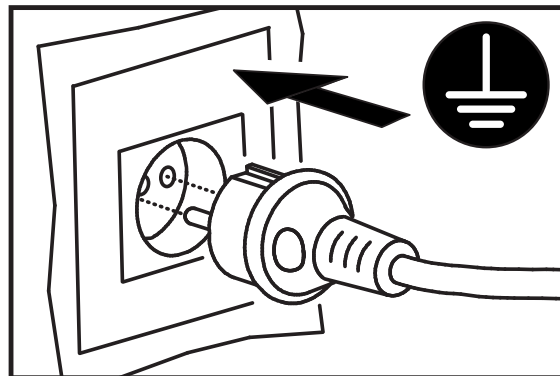

Fig. 6
- ▶ **4.1.4.** Podłączyć wtyczkę zasilania do sieci elektrycznej (Rys. 6).